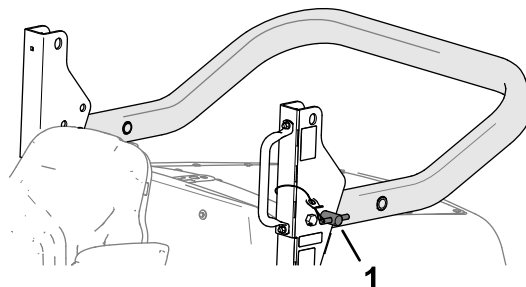

Figura 30
5. Inserte los pasadores de la barra antivuelco en los orificios inferiores de los soportes de giro (Figura 30).